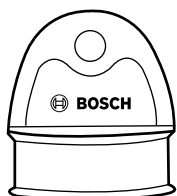

fig. 6
- **Couvercle de Borne :** Lorsque vous utilisez le vélo avec une seule batterie, veillez à couvrir la douille exposée avec le couvercle de la douille électrique fourni afin de protéger les circuits (fig. 6).